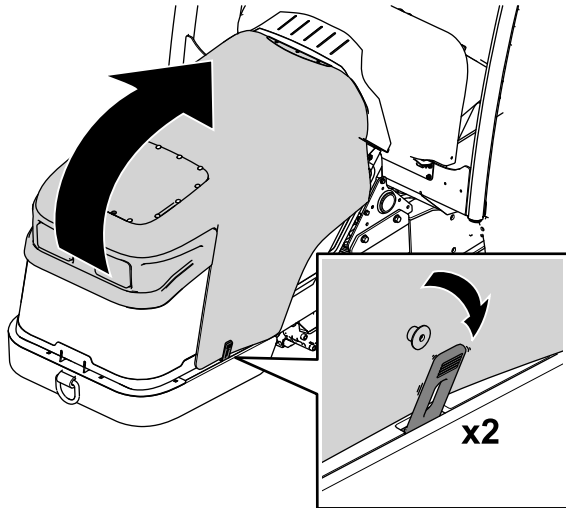

Figura 70
1. Abra los cierres en cada lado de la máquina (Figura 70).
2. Levante el capó (Figura 70).